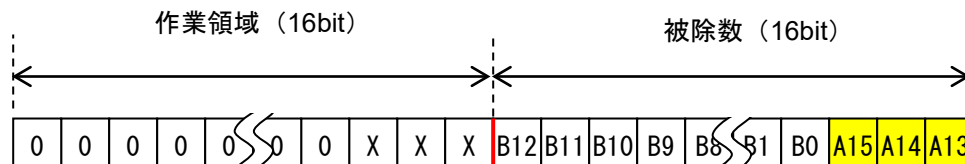

図 3.6 3回目の実行結果
- ⑤ 3回目のシフトと減算を行った結果の作業領域と被除数は図 3.6 に示すようになります。